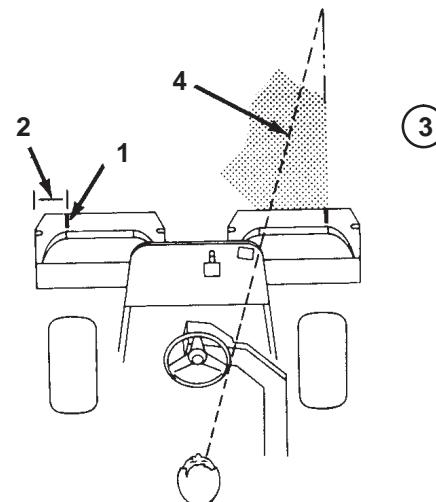

Figure 25
2. Placez une bande de papier blanc ou tracez un trait sur chaque panier parallèlement à son bord extérieur (Fig. 25).
3. Minimisez le chevauchement de la passe précédente lors de la passe de retour. Pour vous aider à conserver une ligne droite en travers du green et à maintenir la machine à égale distance du bord de la passe précédente, établissez une ligne de vision imaginaire à environ 1,8–3 m en avant de la machine jusqu'au bord de la partie non coupée du green (Fig. 25 et 26). Certains trouvent qu'il est utile de faire passer la ligne de vision par le bord extérieur du volant, c.-à-d. de maintenir le bord du volant aligné avec un point qui est toujours éloigné de la même distance par rapport à l'avant de la machine (Fig. 25 et 26).